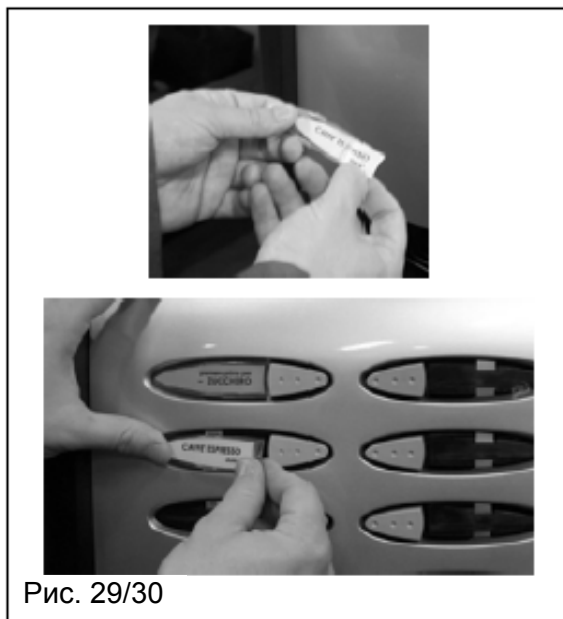

Рис. 29/30
- вставьте бирки с названиями напитков на внешней стороне дверцы в нужном порядке (рис. 29)